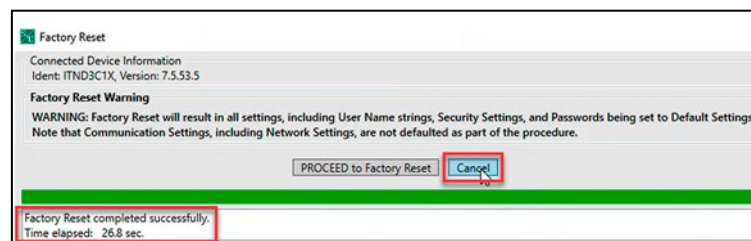

Figura 128. El mensaje **Restablecimiento de Fábrica completado con éxito**.
**PASO 6.** Cuando haya finalizado el procedimiento de **Restablecimiento de Fábrica**, pulse el botón **Cancelar** para completar el procedimiento. Ver Figura 128.